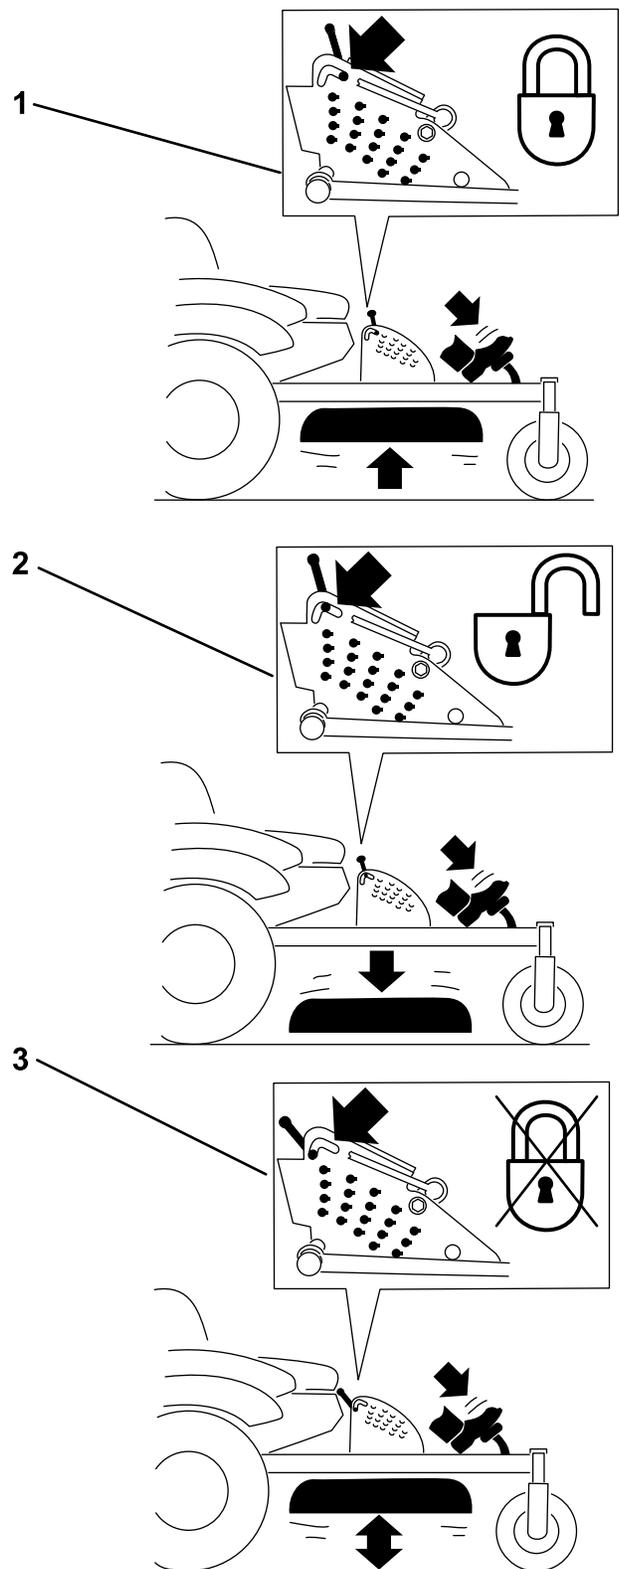

Figure 26
Le verrou de transport s'utilise avec la pédale de levage du tablier et a 2 positions : une position de **VERROUILLAGE** et une position de **DÉVERROUILLAGE** pour le transport du tablier de coupe (Figure 26).
2. Appuyez sur la pédale de relevage du tablier avec le pied et relevez le tablier à la position de transport (qui est aussi la position de hauteur de coupe de 140 mm [5½ po]), comme montré à la Figure 26.